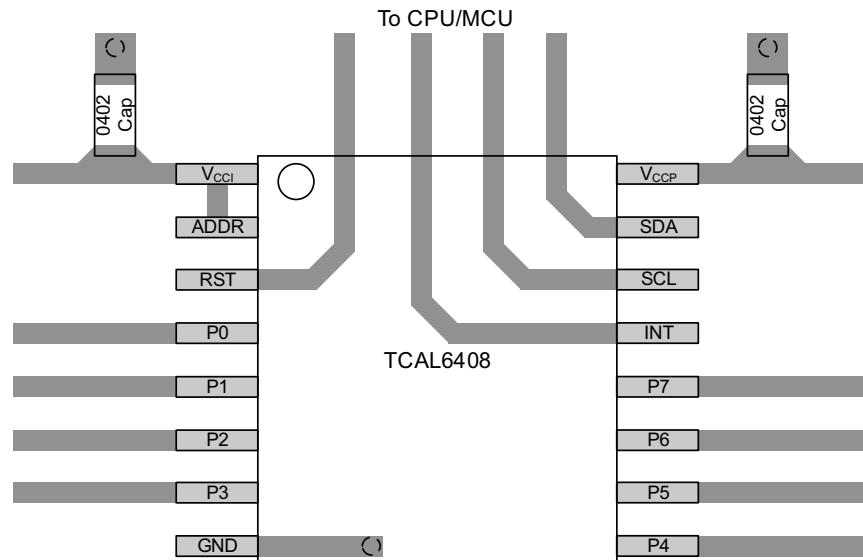

図 8-10. TCAL6408 のレイアウト
すべての PCB レイアウトにおいて、信号トレースを直角に曲げないこと、集積回路 (IC) の近傍を離れる際に信号トレースが互いに離れていくように配置すること、電源とグランドに代表される大電流トレースがより多くの電流を流せるように、トレース幅を太くすることを推奨します。バイパスおよびデカッピング コンデンサは、電源ピンの電圧を制御するためによく使用されます。より大きなコンデンサを使用すると、短時間の電源グリッチが発生した際に追加の電力を供給できます。また、より小さなコンデンサを使用すると、高い周波数のリップルを除去できます。これらのコンデンサは、できる限り TCAL6408 の近くに配置してください。図 8-10 に、これらのベスト プラクティスを示します。
図 8-10 に示すレイアウト例では、信号配線に最上層を使用し、電源とグランド (GND) に分割プレーンとして最下層を使用することで、2 層のみの PCB を製造することができます。ただし、信号配線密度の高い基板では、4 層基板が推奨されます。一般的に 4 層 PCB では、信号を最上層と最下層に配線し、内部の 1 層をグランド プレーン専用にして、もう 1 つの内部層を電源プレーン専用にします。電源とグランドにプレーンまたは分割プレーンを使用する基板レイアウトの場合は、電源または GND に接続する必要がある表面実装部品パッドのすぐ隣にビアを配置し、ビアを内部層または基板の反対側に電気的に接続します。ビアは、信号パターンを基板の反対側に配線する必要がある場合にも使用されますが、この方法は 図 8-10 には示されていません。